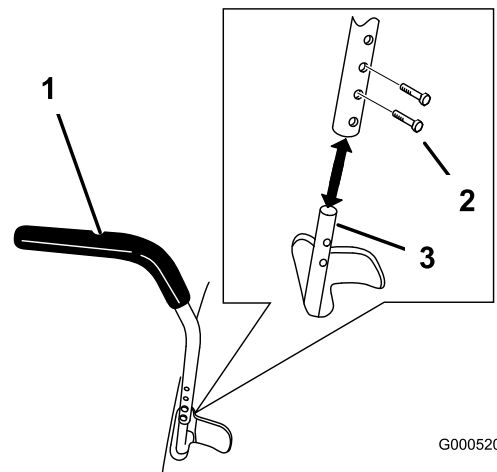

Figure 22
1. Retirez les 2 boulons qui fixent le levier de commande à l'arbre du bras de commande (Figure 22).
2. Placez le levier de commande dans les trous suivants. Fixez le levier avec les 2 boulons (Figure 22).